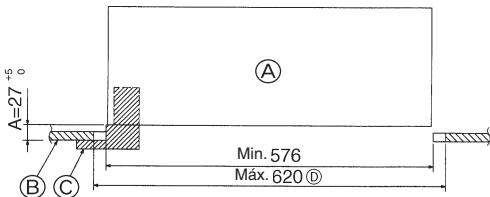

Fig. 8-2
8.2. Preparación para conectar la rejilla (Fig. 8-2)
- (A) Unidad principal